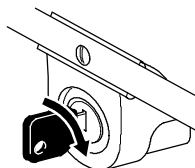

Figure 13
- **Démarrage électrique (modèle à démarreur électrique seulement)** – Mettez la clé dans le commutateur d'allumage. Tournez-la vers la droite et relâchez-la quand le moteur démarre (Fig. 13).